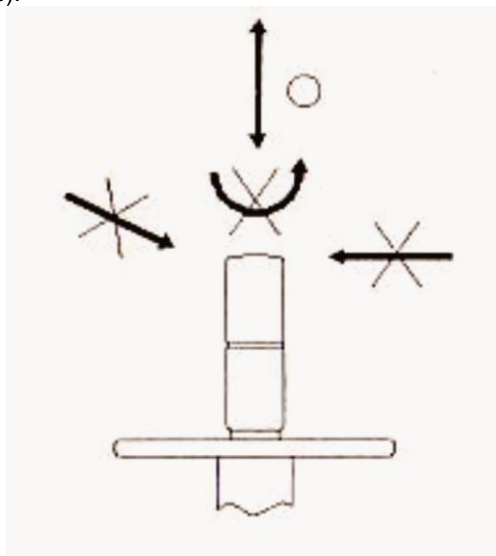

Fig. 3
- 3) Não gire o Sensor. Certos ângulos entre o Sensor e o objeto medido não poderão ser usados (ref. Fig. 3).